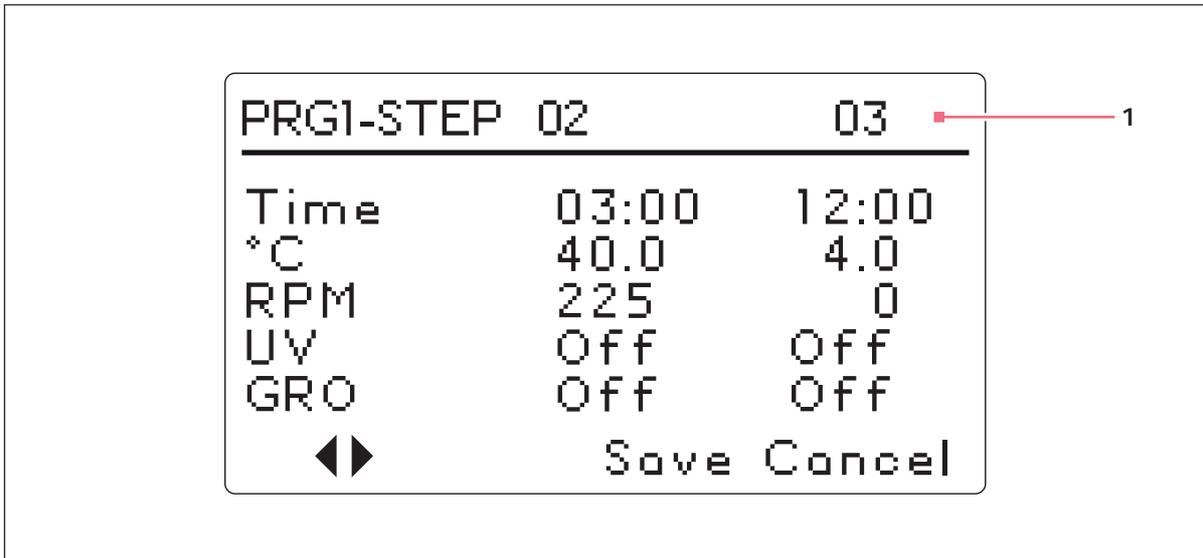

Fig. 5-14: Programma 1, passaggio 3
10. Continuare a programmare nello stesso modo fino a 15 passaggi. Per il programma dell'esempio si hanno solo tre passaggi (vedi Fig. 5-14 a pag. 59).